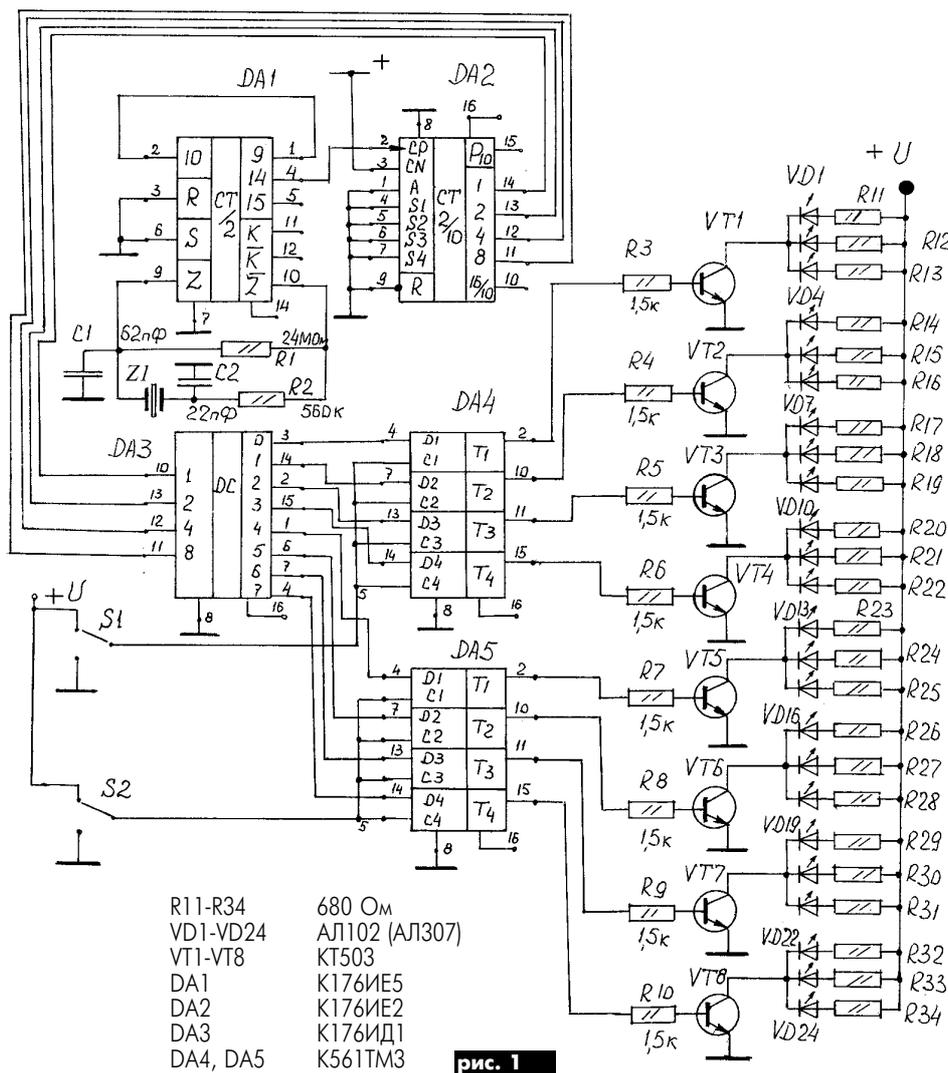

рис. 1
**Вашему вниманию предлагается двухвариантный стабилизатор, представленный на рис.1 и 2. Фактически это два одинаковых регулируемых стабилизатора напряжения, собранных на транзисторах различной проводимости (р-п-р или п-р-п). Схемы позволяют регулировать выходное напряжение в пределах 0...11 В при токе нагрузки до 0,3 А. При этом подаваемое на схему входное напряжение должно быть не ниже 12...13 В. Регулировка выходного напряжения стабилизатора выполняется с помощью резистора R1, градуировку показаний которого пользователи могут выполнить самостоятельно путем нанесения соответствующих меток.**